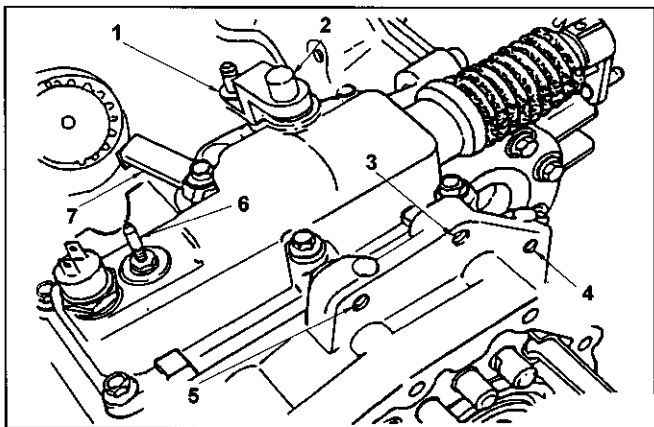

图 7-2-1 发动机左机座和锁销位置
- (1) 用手锯锯去变速器壳与发动机体的连接螺栓头。
- (2) 在螺钉端部锯出一个槽以便于插入起子,去除毛刺。
13. 把自制锁销插入发动机体(见图 7-2-1),拆下变速器(注意:装上变速器后,要先装上螺栓,拆下锁销,然后再拆除变速器千斤顶)。
15. 按相反顺序安装,把发动机左机座长螺栓装到位置 2 上,见图 7-2-1,然后拆下锁销。